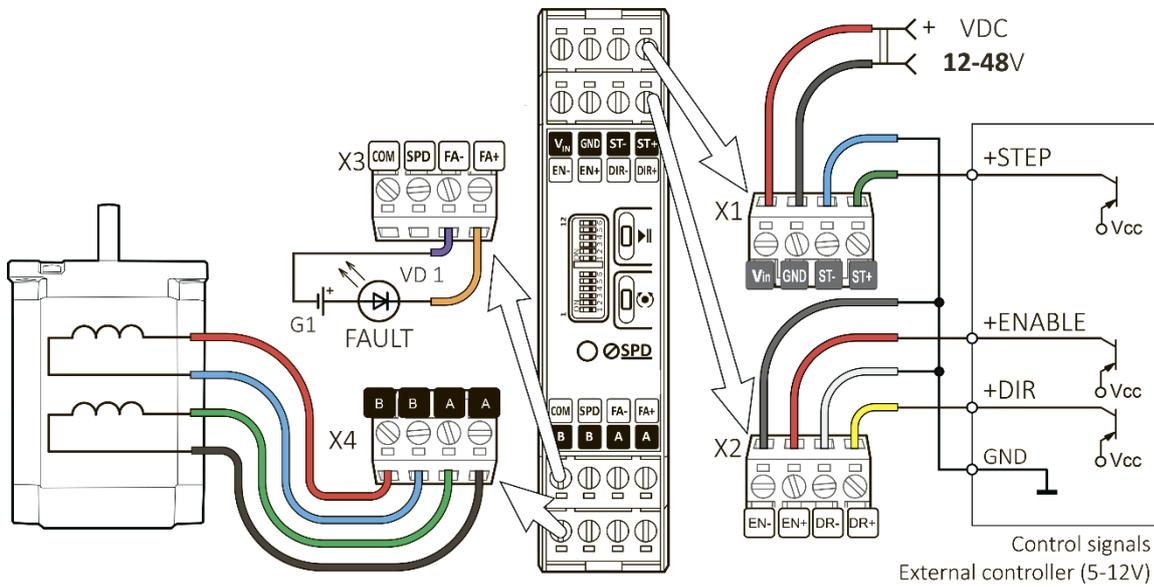

Abb. 3. Beispiel für den Anschluss an eine Quelle von Logiksignalen STEP/DIR/ENABLE - Open Collector, PNP
- Öffnen Sie das Gehäuse wie in Abbildung 3 dargestellt;